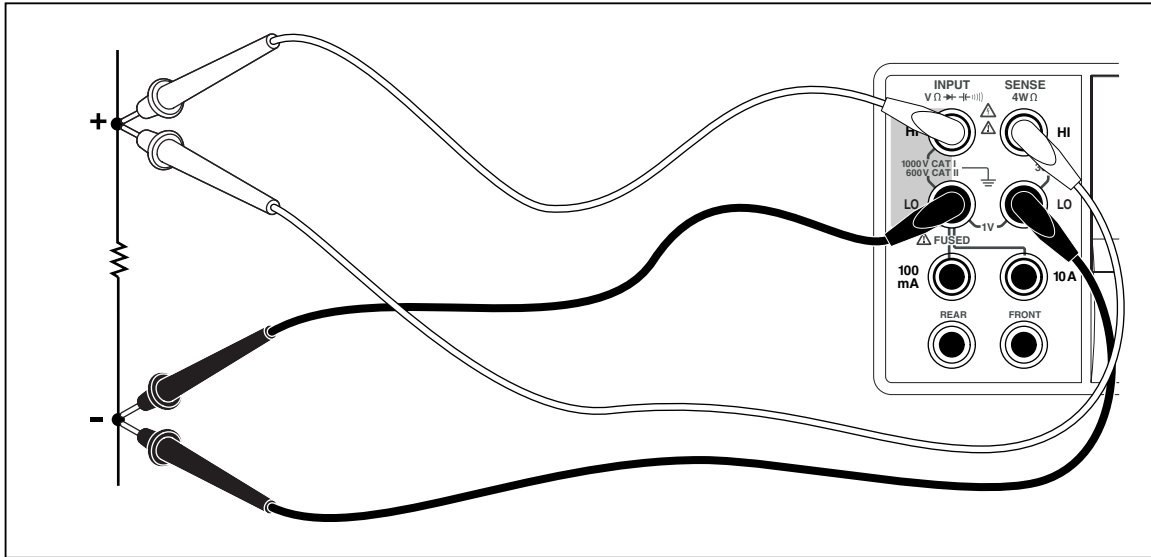

Figure 4-2. Branchements d'entrée pour les mesures de résistance à 4 fils
1. Raccordez les cordons de mesure aux connecteurs d'entrée du multimètre conformément à la figure 4-2.